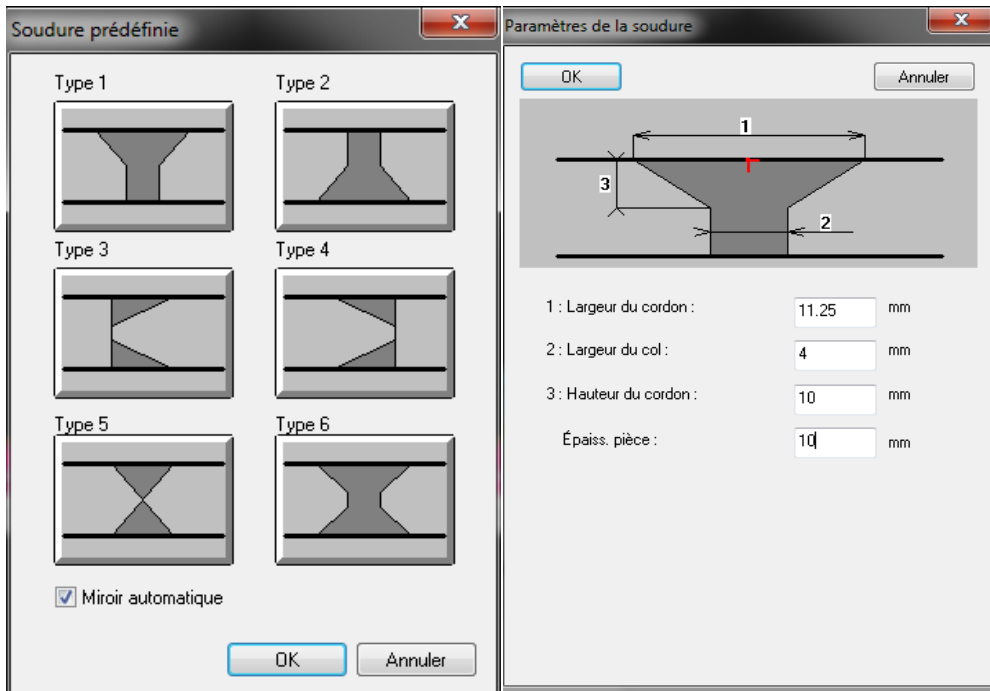

Figure 4-26 Boîtes de dialogue Soudure prédéfinie et Paramètres de la soudure (pour le Type 1)
- a) Cliquez sur le type de soudure approprié dans la boîte de dialogue **Soudure prédéfinie** (voir la Figure 4-26 à la page 265).